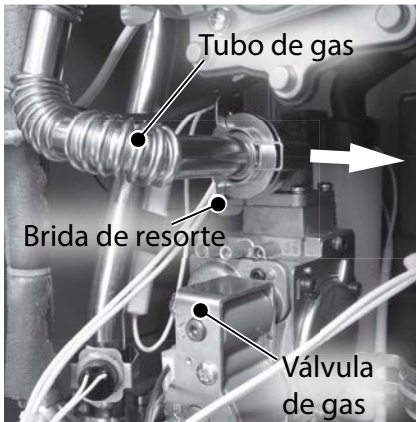

Figura 88 - Retire la brida de resorte del tubo de gas.
- 9** Ubique el tubo de gas que conecta el conjunto de inyector a la válvula de gas, como se muestra en la Figura 88. Observe la orientación de la brida de resorte que fija el tubo de gas a la válvula de gas. Retire la brida de resorte y déjela a un lado en un lugar seguro para volver a instalarla.